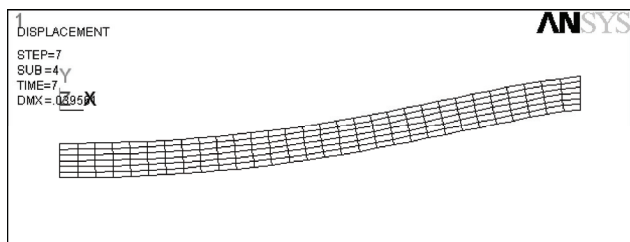

图 5-73 变形形状显示
2) 选择 Main Menu | General Postproc | Plot Results | Deformed Shape 命令, 出现 Plot Deformed Shape 对话框, 在 KUND Items to be plotted 选项栏中选择 Def shape only 选项, 单击 OK 按钮, ANSYS 显示窗口将显示变形后的几何形状, 如图 5-73 所示。